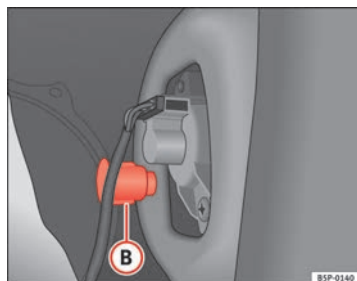

Fig. 190 Luci di posizione/arresto
- Svitare la parte in plastica ⇒ fig. 190 **B** che fissa l'indicatore. Per iniziare a girare, eventualmente aiutarsi inserendo il cacciavite nella parte.